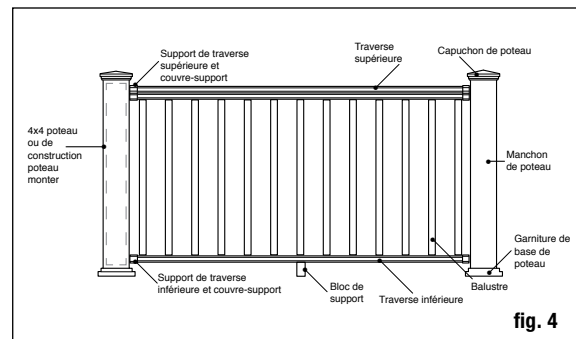

fig. 4
Étape 5 Taillez les manchons de poteaux à leur longueur. Les manchons de poteaux devraient être d'au moins 3,6 cm (1-1/2 po) plus long que la hauteur du garde-corps (fig. 4). Exemple : Pour un garde-corps de 91 cm (36 po) de haut, découpez le manchon du poteau à au moins 96,52 cm (38 po), mais pouvant être laissé plus long si vous le désirez. Glissez un manchon de poteau taillé sur chaque poteau de garde-corps 10 x 10 cm (4 x 4 po) ou sur chaque support de poteau. Les manchons des poteaux devraient glisser facilement sur ceux-ci. **NE FORCEZ PAS** le manchon sur le poteau. Les poteaux 10 x 10 cm (4 x 4 po) vrillés ou tordus devraient être remplacés. Glissez une garniture de base de poteau (facultative) sur chaque manchon de poteau pour offrir un beau fini. *Remarque : Il est recommandé d'installer la garniture de base de poteau avant la traverse inférieure. Cependant, la conception à deux pièces permet à l'installateur d'ajouter la garniture de base de poteau après l'installation de la traverse. Pour installer, appliquez une fine couche d'adhésif clair de construction pour l'extérieur, à l'intérieur de la garniture du poteau, là où elle entrera en contact avec le manchon de poteau, puis insérez en place, autour de la base du manchon de poteau.*